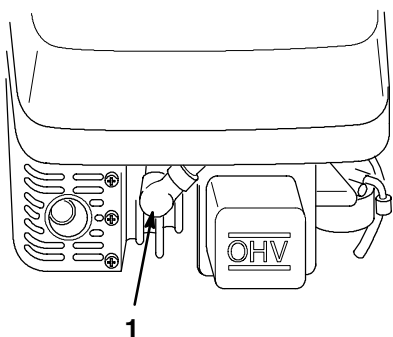

Figure 7
- Rebrancher la bougie (si elle est débranchée) (Fig. 7).
- Rebrancher la bougie (Fig. 7).
1. Couper le moteur et attendre l'arrêt de toutes les pièces mobiles. Débrancher la bougie (Fig. 7).